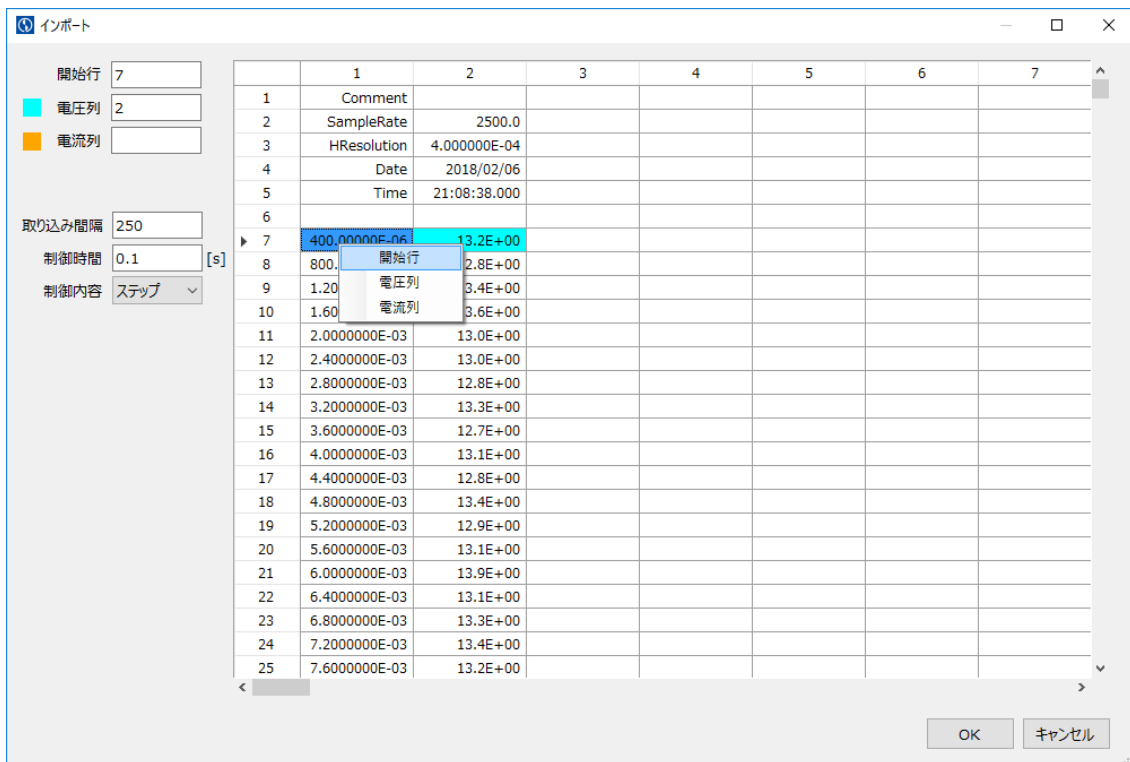

図 7-10 インポート画面
ファイルの選択後、インポート画面が表示されます。(図 7-10)
例) 図 7-10 の測定データより、①、②の方法で取り込み間隔を算出します。
①サンプリングレート (1 秒あたりのサンプル数) から算出